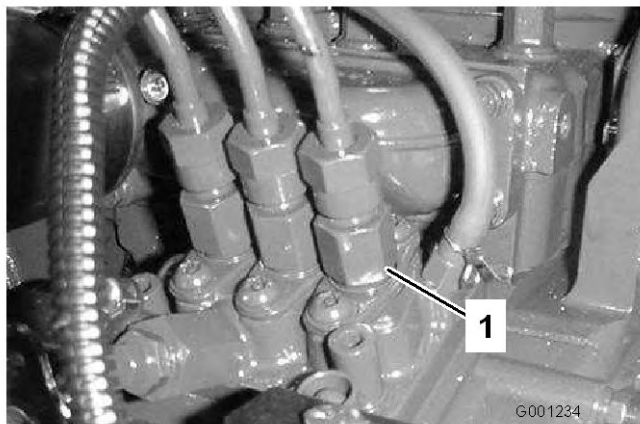

Figure 52
- Desserrez le raccord entre l'injecteur N° 1 et le porte-injecteurs sur la pompe d'injection (Figure 52).